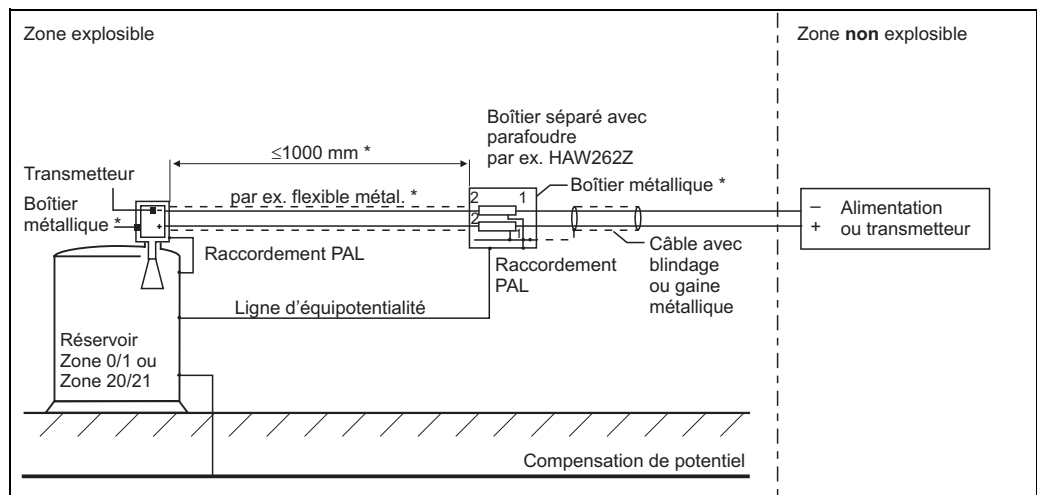

Fig. 2
- En option : Parafoudre HAW262Z ou HAW56x, voir fig. 2 et 4.